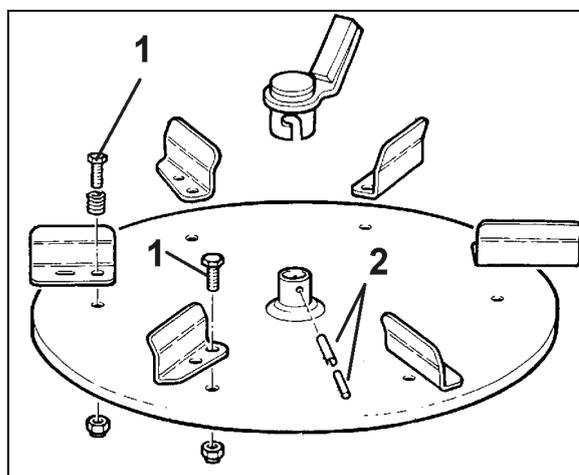

Fig. 28
2. Rimuovere le viti (Fig. 28/1) e sostituire la pala spargitrice.
1. Rimuovere la copiglia a spina (Fig. 28/2) dalla testa agitatrice.